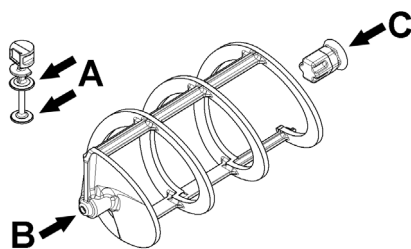

figura 9
- 2** Lubrificar el pistón del grifo de erogación, el empalme hexagonal y el mezclador en los puntos indicados en la figura 9 utilizando exclusivamente la grasa que se entrega de serie con la máquina u otra grasa para uso alimentario.
- 3** Montar de nuevo el grifo de erogación en el recipiente con secuencia inversa respecto a la de la figura 9.